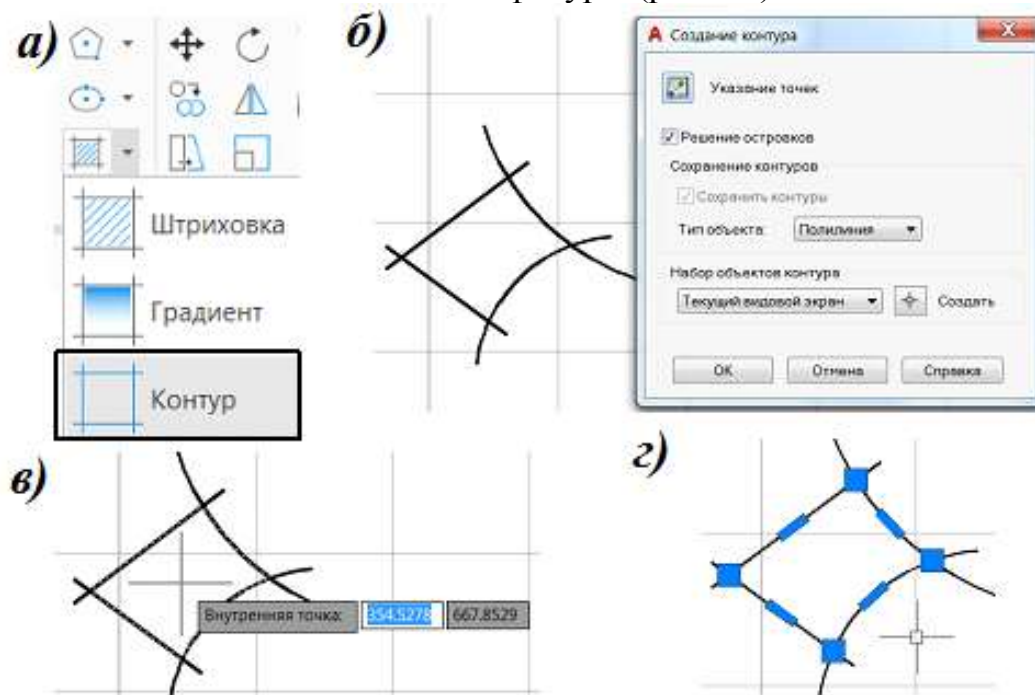

Рис. 97. Определение площади с помощью команды Контур
3. На панели выбрать команду **Контур** (рис. 97а). Затем нажать на кнопку *Указание точек* (рис. 97б). Далее курсором необходимо указать внутреннюю часть фигуры (рис. 97в), нажать Enter. В итоге, образуется замкнутая полилиния в виде контура заданной фигуры (рис. 97г). И с помощью окна *Свойства* простортечь числовое значение площади фигуры (рис. 97).